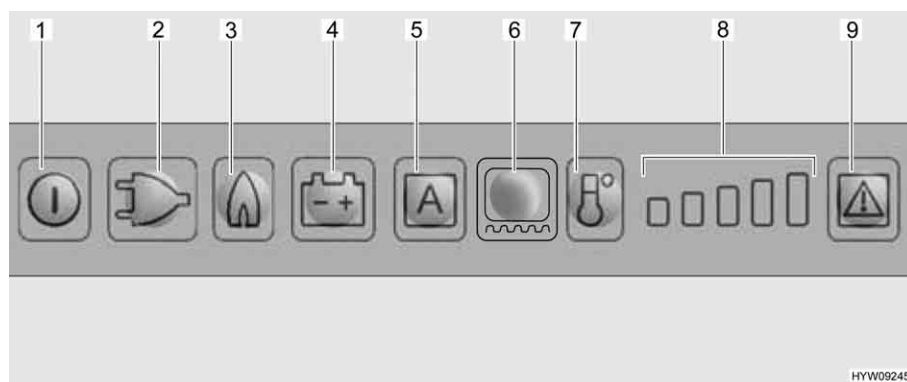

Fig. 149 Quadro comandi LED (frigorifero Dometic)
Se è impostata la modalità di funzionamento "AES", la tensione a 230 V **non** è allacciata e il motore del veicolo è **spento**, il sistema AES seleziona il rifornimento di gas. Selezionando il funzionamento a gas, il dispositivo di sicurezza si apre automaticamente, così che il gas possa fluire al bruciatore. Contemporaneamente si inserisce l'accenditore elettronico. Se la fiamma del gas si spegne, p. es. a causa di un colpo di vento, l'accenditore viene subito azionato riaccendendo il gas. In caso di guasto del funzionamento a gas, i tasti luminosi relativi a gas (Fig. 149,3) e guasto (Fig. 149,9) lampeggiano e viene emesso un segnale acustico per 20 secondi.
Dopo l'accensione il frigorifero seleziona automaticamente la regolazione intermedia del termostato. Questa regolazione può essere modificata manualmente tramite il tasto di selezione del livello di temperatura (Fig. 149,7). Le spie di controllo (Fig. 149,8) indicano la temperatura selezionata sul termostato. Il tasto di selezione del livello di temperatura permette di regolare la temperatura di refrigerazione per tutti e tre i tipi di energia. Ci vogliono alcune ore prima che il frigorifero raggiunga la temperatura normale di esercizio. Cambiando la modalità di funzionamento la regolazione del termostato non viene modificata. La temperatura di refrigerazione è indipendente dal tipo di energia utilizzata.
- Accendere il riscaldamento del telaio per 2 ore: Premere una volta il tasto luminoso per il riscaldamento del telaio (Fig. 149,6). Sull'indicazione dei gradi di temperatura (Fig. 149,8) si accende una barra.
- Accendere il riscaldamento del telaio per 5 ore: Premere due volte il tasto luminoso per il riscaldamento del telaio (Fig. 149,6). Sull'indicazione dei gradi di temperatura (Fig. 149,8) si accendono due barre.
- Regolazione del riscaldamento del telaio ad esercizio continuo: Premere tre volte il tasto luminoso per il riscaldamento del telaio (Fig. 149,6). Sull'indicazione dei gradi di temperatura (Fig. 149,8) si accendono tre barre.
L'indicazione dei gradi di temperatura (Fig. 149,8) indica per alcuni secondi la durata di esercizio del riscaldamento del telaio.
Nel caso di temperature esterne ed umidità dell'aria elevate è possibile che si formino gocce d'acqua sul telaio in metallo del vano congelatore. Per questo motivo il frigorifero è dotato di un riscaldamento del telaio per il vano congelatore. Nel caso di temperature e umidità dell'aria elevate, accendere il riscaldamento del telaio con il tasto luminoso per il riscaldamento del telaio (Fig. 149,6). È possibile così evitare fenomeni di corrosione. Quando il riscaldamento del telaio è acceso, si accende il tasto luminoso (Fig. 149,6).
- Premere il tasto On/Off (Fig. 149,1) per circa 2 secondi. Il frigorifero si accende e viene visualizzato l'ultimo tipo di energia impostato, oppure "AES".
- Impostare la temperatura di refrigerazione con il tasto di selezione del livello di temperatura (Fig. 149,7). Le spie di controllo (Fig. 149,8) indicano la temperatura selezionata sul termostato.
- Premere il tasto On/Off (Fig. 149,1) per circa 2 secondi. Il frigorifero si spegne e le indicazioni smettono di lampeggiare.